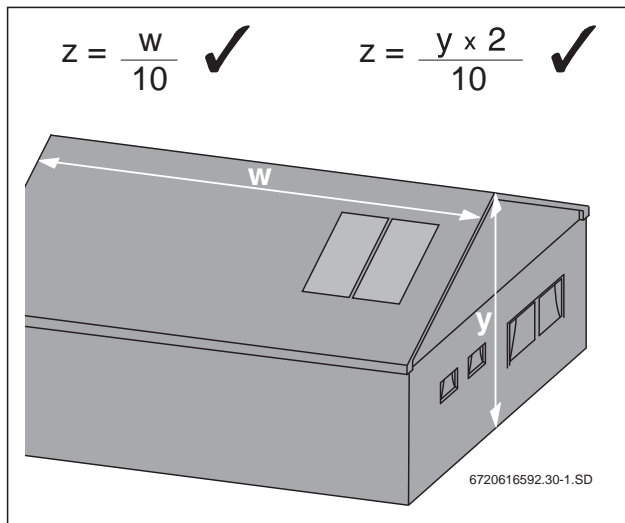
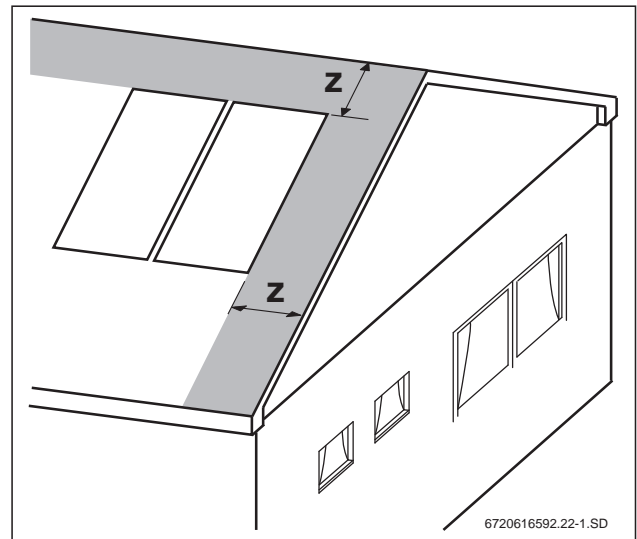

Bild 198 Mögliche Formeln zur Berechnung des Mindestabstands vom Randbereich
Bild 199 Mindestabstand vom Randbereich auf geneigten Dächern
- Zum Randbereich des Dachs Mindestabstände gemäß Bild 198 und Bild 199 einhalten.